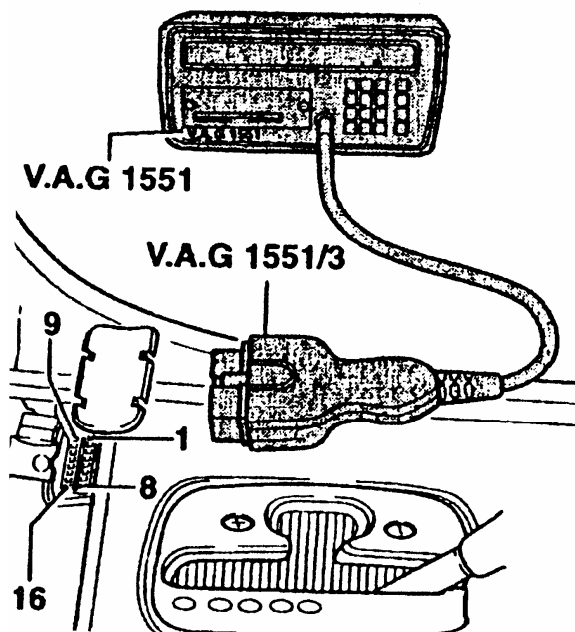

图 13-80 连接故障阅读仪
(4) 取下自诊断插头护板。关闭点火开关，用 V.A.G1551/3 将故障阅读仪接到自诊断插头上，如图 13-80 所示。显示屏显示：